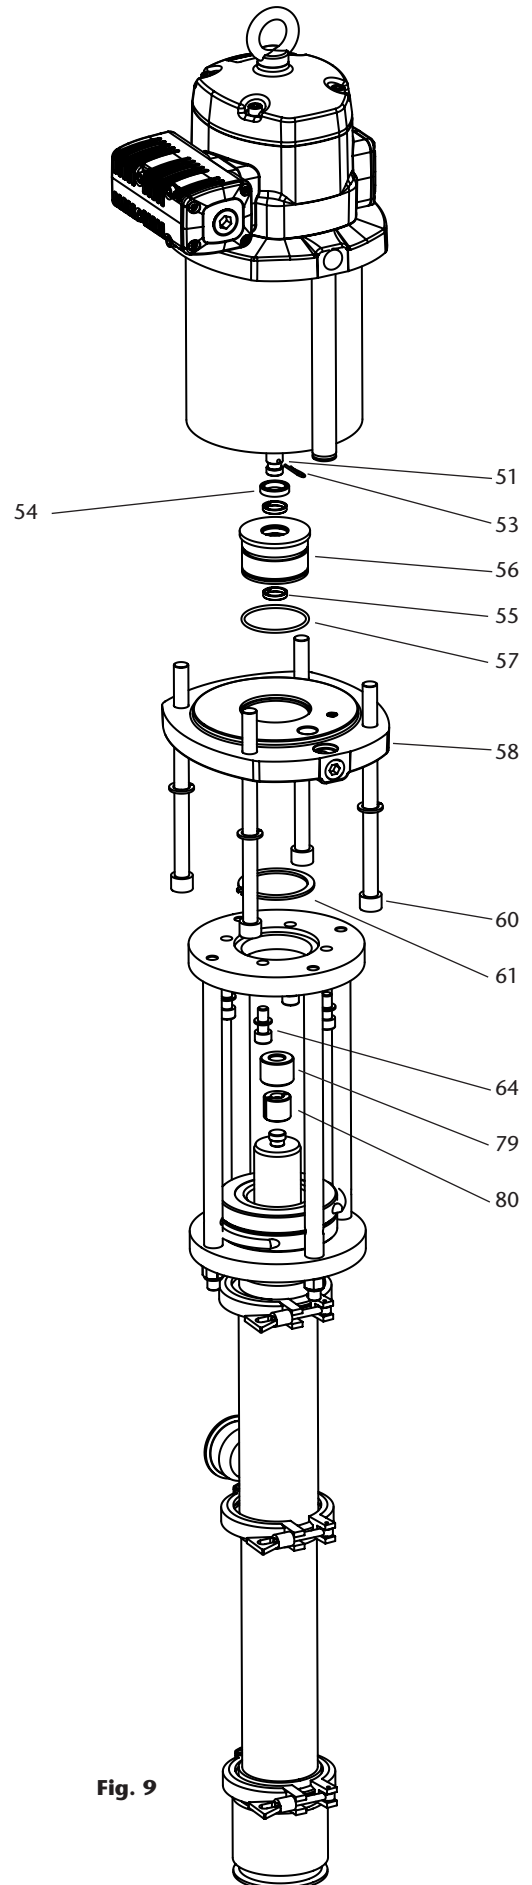

Fig. 9
2. Retire el pasador del muelle (53) del vástago motor (51). Levante la cubierta (79) y retire los acoples (80) (fig. 9).
3. Quite los tornillos (64) y retire el motor.
4. Quite los tornillos (60) y retire la brida inferior (58).
5. Retire y sustituya la junta tórica (57), los anillos guía (55) y el collarín neumático (54). Vuelva a montar el conjunto en sentido inverso aplicando sellador de resistencia media (Loctite 243) en las roscas (60, 64).